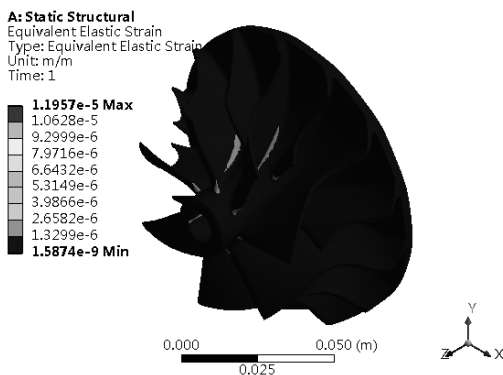

图 5-113 应变分析云图
Step7：选择 Outline（分析树）中 Solution（A6）下的 Equivalent Elastic Strain 选项，此时会出现如图 5-113 所示的应变分析云图。